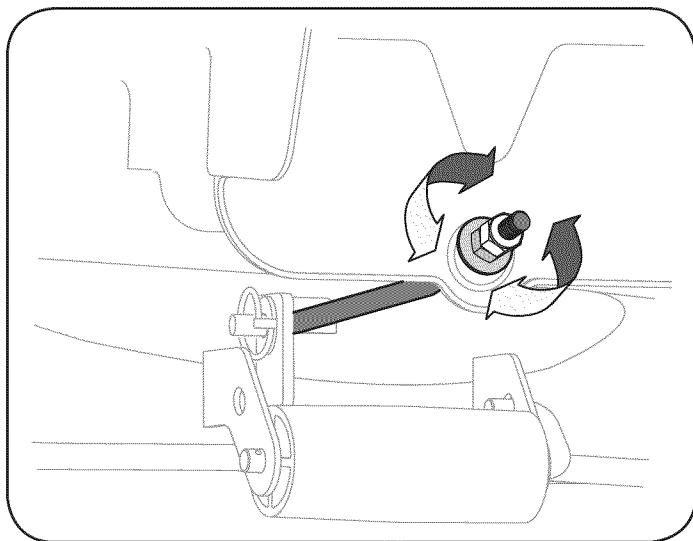

Figura 22
1. Afloje (enrosque hacia afuera) la contratuerca hexagonal sobre el extremo de la varilla de suspensión de la plataforma. Vea la Figura 22.
3. Para bajar la parte delantera de la plataforma, afloje (enrosque hacia afuera) la tuerca hexagonal, alejándola de la ménsula de suspensión delantera. Vea la Figura 22.